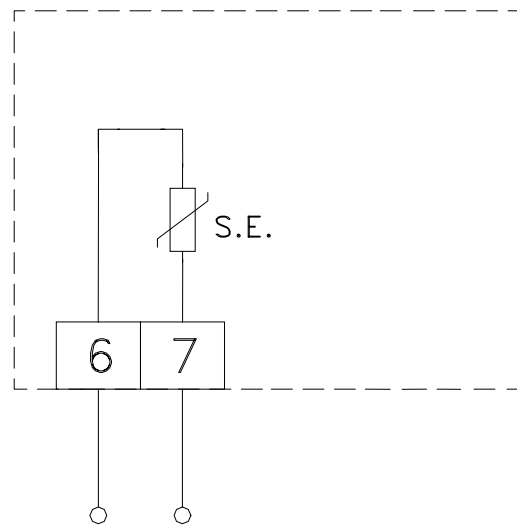

Fig. 2 Schema di collegamento
3. Eseguire i collegamenti elettrici seguendo lo schema di Fig. 2.